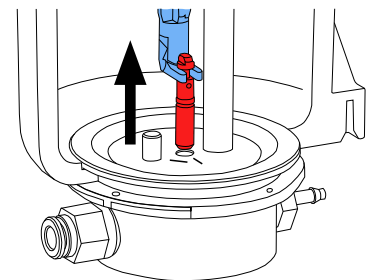

Fig. 12
- Tomar la boquilla dosificadora con la herramienta y tirar de ella hacia arriba (Fig. 12).